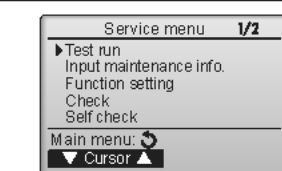

Fig. 8-1
- ① Επιλέξτε "Test run" (Δοκιμαστική λειτουργία) από την οθόνη Service menu (Μενού σέρβις) και πατήστε το κουμπί [ΕΠΙΛΟΓΗ]. (Fig. 8-1)